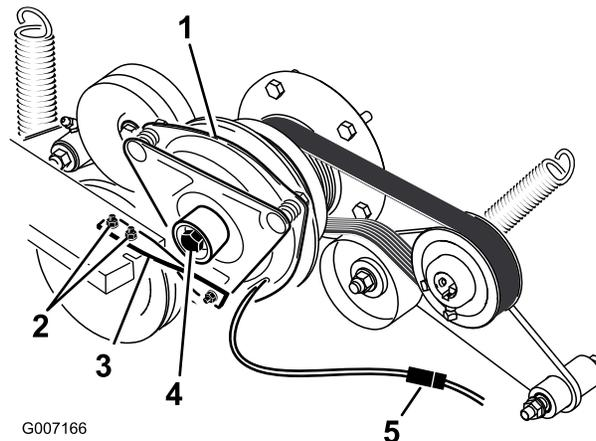

Figura 60
6. Desenchufe el conector eléctrico del embrague (Figura 60).
7. Retire los dos pernos que sujetan la correa de goma del embrague al bastidor del cortacésped (Figura 60).
8. Retire el perno central que sujeta el embrague al eje del motor, y retire el embrague y la chaveta (Figura 60).
15. Sujutando el cigüeñal en la parte trasera de la máquina, instale el perno central y apriételo a 68 Nm (Figura 60).
16. Instale la correa de goma del embrague al bastidor del cortacésped con los dos pernos y tuercas que se retiraron anteriormente (Figura 60).
18. Enchufe el conector eléctrico del embrague (Figura 60).